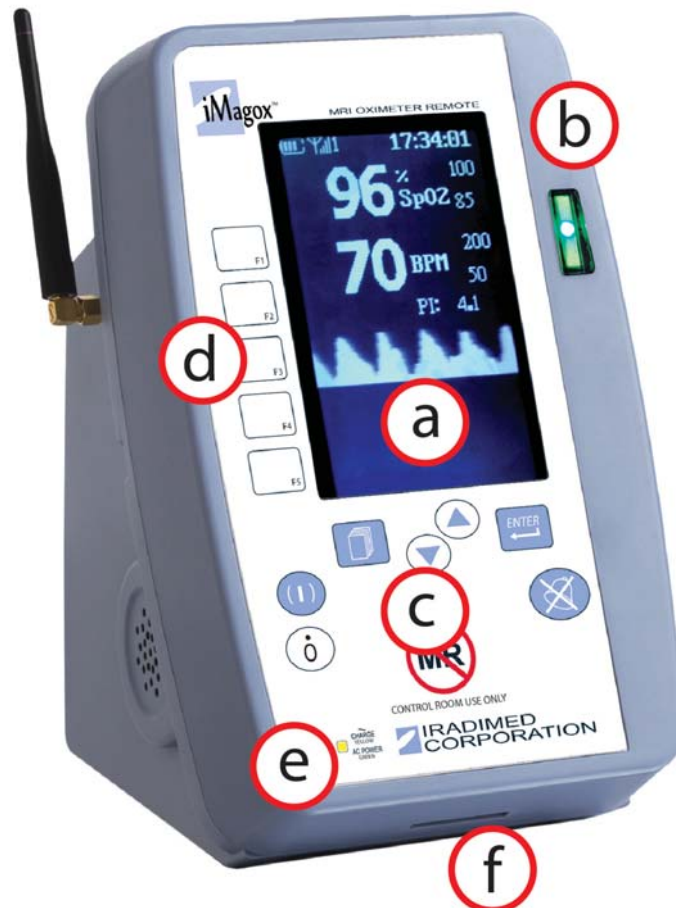

Figura 1-3. Fronte del Display/ Carica Batterie Remoto.
1.11.3 Fronte del Display Remoto/Carica Batterie. Vedere la figura 1-3 per la posizione dei componenti principali sulla parte anteriore del Display/ Carica Batterie 2465.